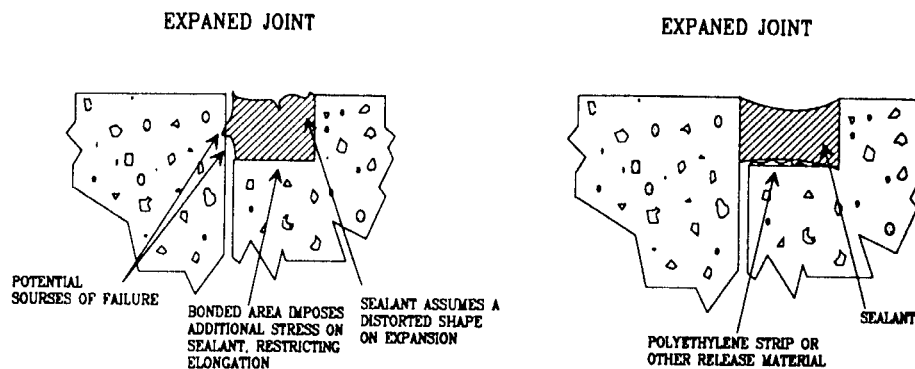

Fig 3.77 - Technique d'évidage et de colmatage.
- La technique consiste à effectuer un trait de scie le long de la fissure pour ensuite colmater l'ouverture ainsi réalisée (Fig 3.77)